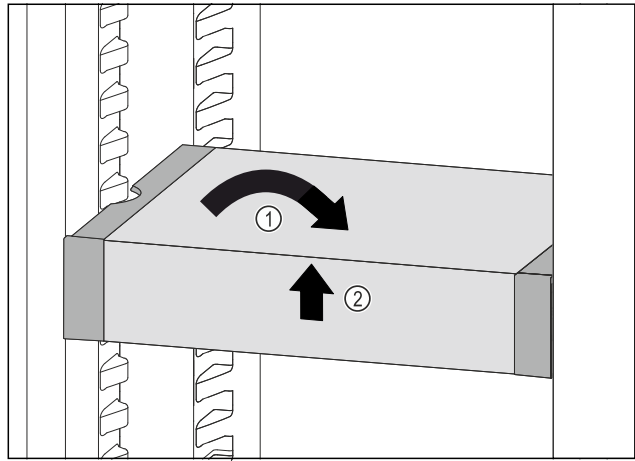

Fig. 79
- ▶ Установите VarioSafe прямо. Fig. 79 (1)
- ▶ Приподнимите VarioSafe спереди. Fig. 79 (2)